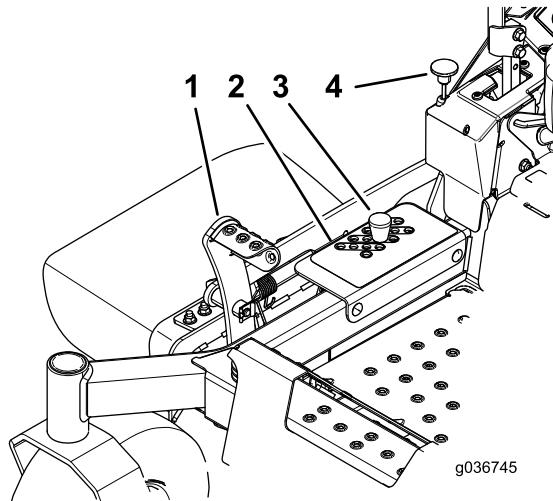

Рисунок 29
ТРАНСПОРТУВАННЯ (також 127 мм положення висоти різання), як показано на Рисунок 29.
- Зніміть штифт з кронштейна висоти різання (Рисунок 29).
- Оберіть отвір у кронштейні висоти різання, що відповідає бажаній висоті різання, і встановіть штифт (Рисунок 29).